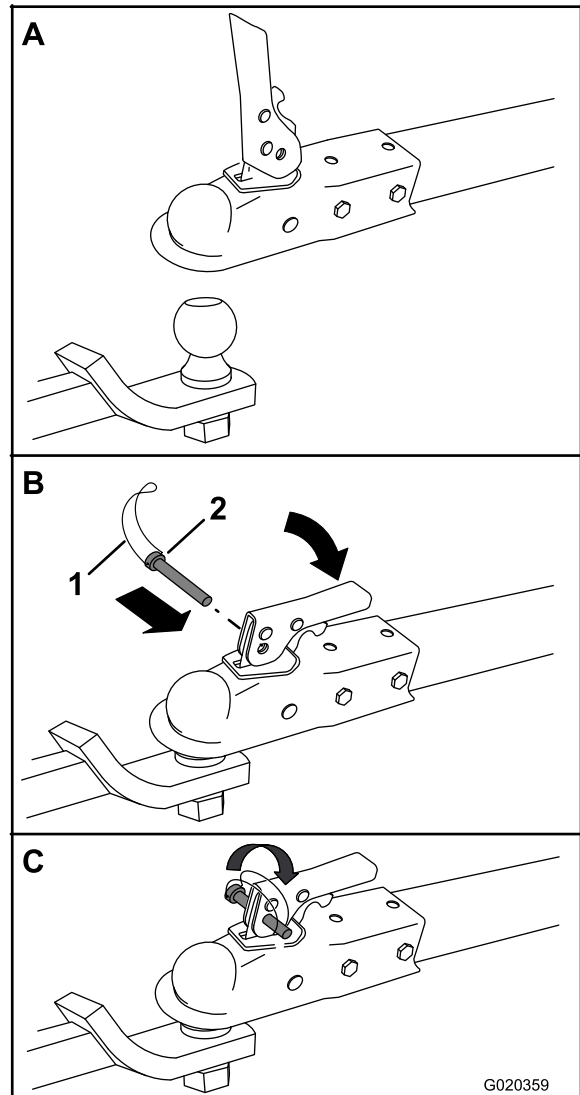

Figura 22
3. Abra la palanca del acoplamiento (Figura 22).
4. Posicione el acoplamiento sobre la bola de enganche (Figura 22).
5. Cierre la palanca del acoplamiento (Figura 22).
- Abra el seguro del pasador de seguridad e introduzca el pasador a través del taladro del acoplamiento (Figura 22).
- Gire el extremo libre del seguro sobre el extremo del pasador de seguridad que sobresale del acoplamiento (Figura 22).